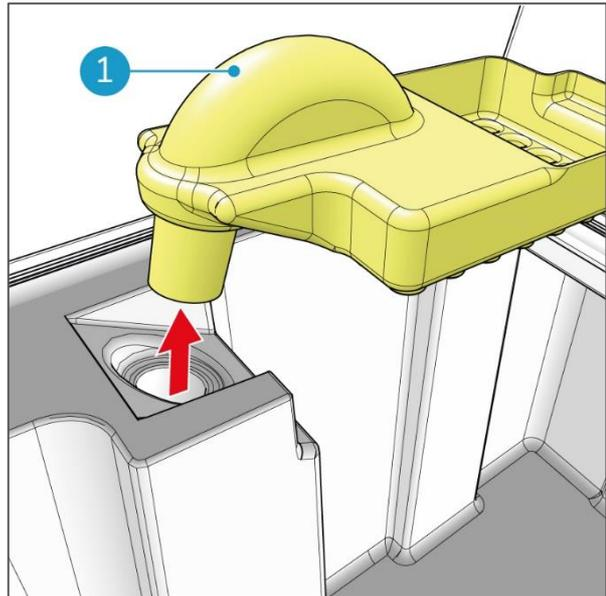

Abbildung 50
1. Bauen Sie den Schmutzwassereinlass aus (Abbildung 50, Pos. 1).